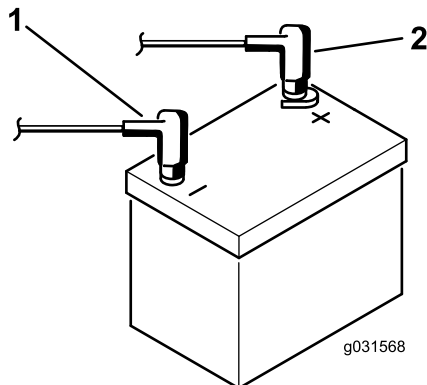

图 4
8. 使用螺栓和螺母将正极接线红色连接到正极+电池端子负极接线黑色连接到负极-电池端子 图 4。